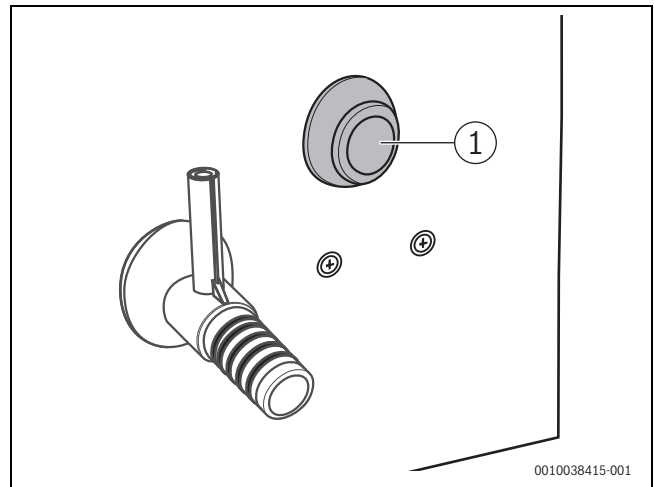

Bild 14 Durchführungstülle montiert
- ▶ Mitgelieferte Durchführungstülle (im Zubehör-Set) korrekt in Kesselrückwand montieren (→ Bild 14).
- ▶ Brenner über die Befestigungsmuttern auf den Brennerflansch aufsetzen und im Uhrzeigersinn drehen (→ Bild 14).